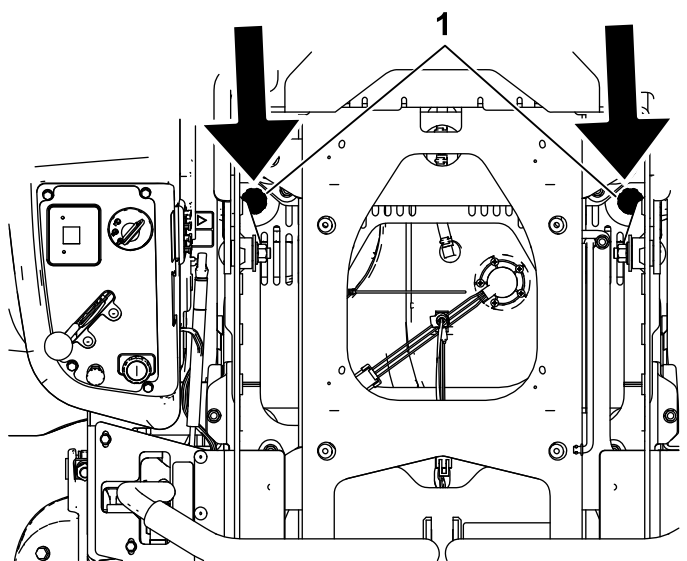

Figura 83
6. Eleve o banco e limpe em torno de cada vareta e unidade hidráulica (Figura 83).